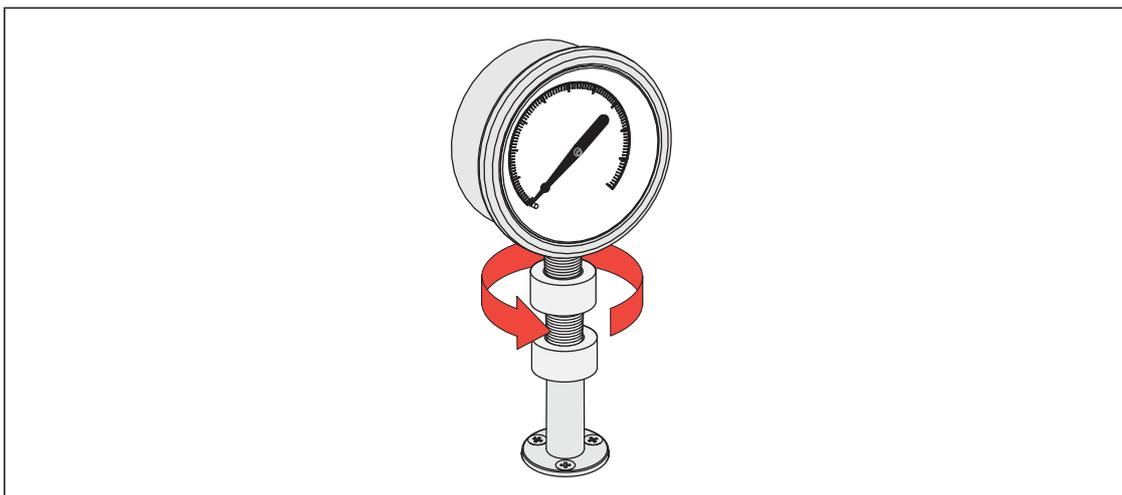

図 7. 圧力計とアダプタをテスト・ポートに接続する
- アダプタをテスト・ポートに反時計回りにねじ込みます。図 7 を参照してください。